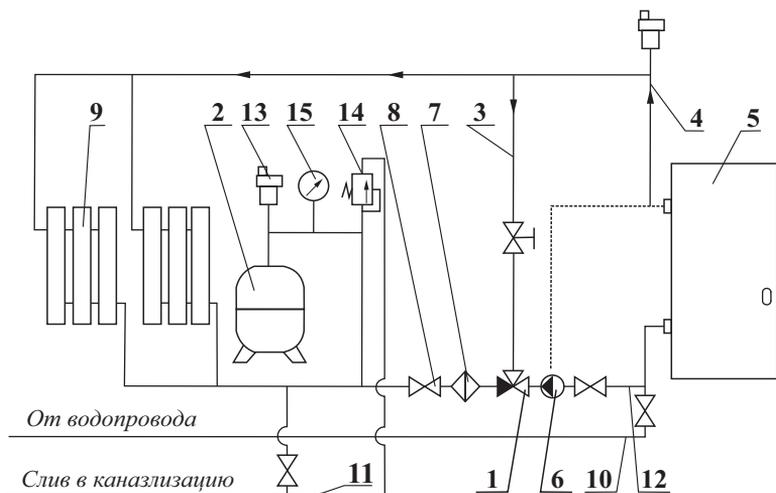

Рисунок 4. Рекомендуемая гидравлическая закрытая схема системы отопления с байпасной линией рециркуляции, автоматическим трехходовым клапаном:
3.4.5. Для снижения засаживания топки и конденсатообразования на стенках котла, уменьшения коррозионных процессов в системе отопления организуют байпасную линию с автоматическим трёхходовым клапаном для малого круга циркуляции (**рисунок 4**), обеспечивающим быстрый нагрев теплоносителя выше температуры, исключающей конденсатообразование (выше 50⁰С). Входы 1 и 3 трёхходового крана всегда открыты, позволяя циркулировать теплоносителю по малому кругу и обеспечивая высокую температуру теплоносителя на входе в котел.